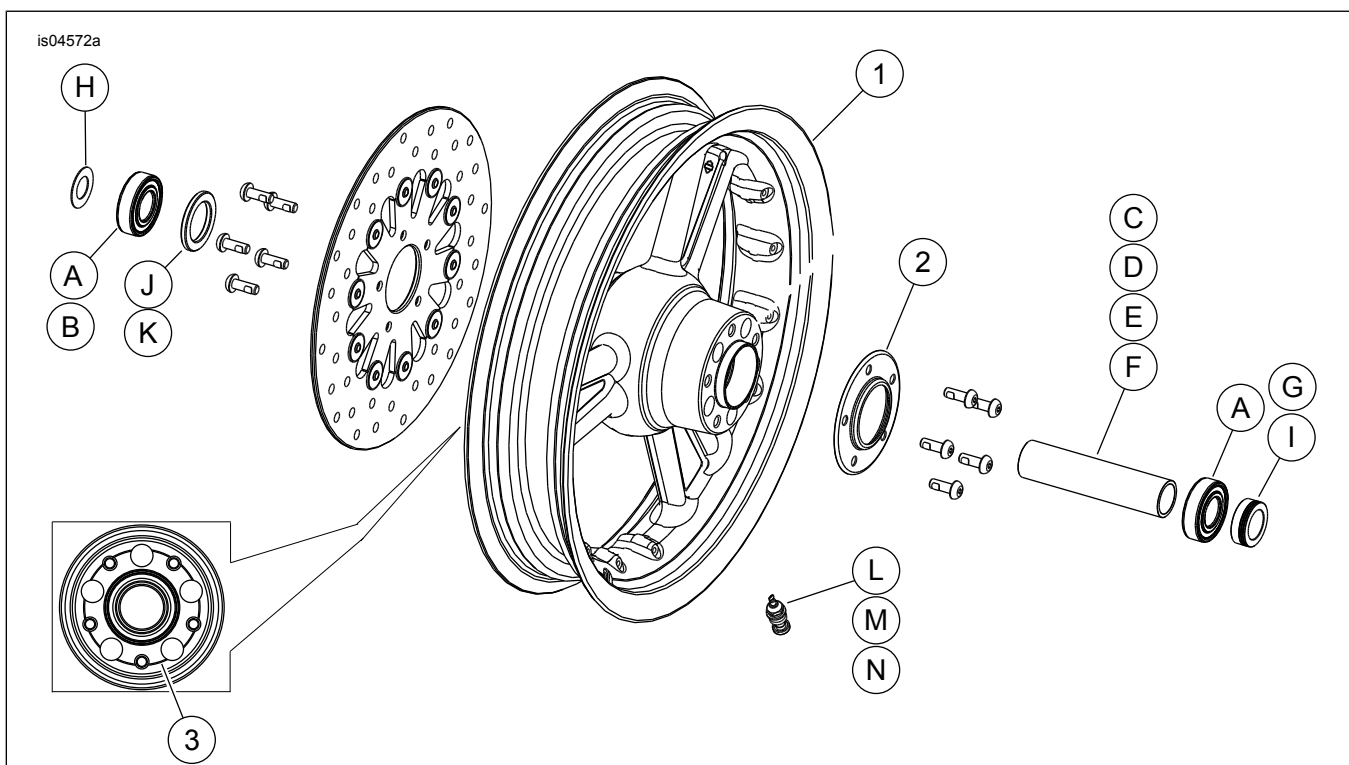

Abbildung 1. Ersatzteile: „Detonator“-Vorderräder (16-Zoll-Rad abgebildet)
Siehe Abbildung 1 und Ersatzteiletabellen.
2. Siehe Abbildung 1. Die Ventilschaft-Baugruppe (M) am Rad anbringen. Siehe REIFEN im Werkstatthandbuch.